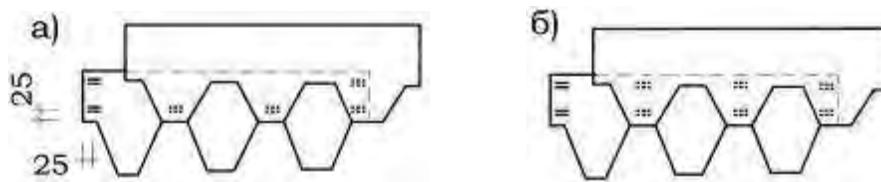

Рисунок 5.5. Схема крепления черепицы “Standart” скобами на кровле с уклоном до 45° (а) и с уклоном более 45° (б).
5.4.2 Гвозди размещают таким образом, чтобы верхняя черепица “Standart” перекрывала гвоздь на 25 – 30 мм. Крепление скобами (рисунок 5.5) выполняют с помощью пневматического пистолета. Длина горизонтальной спинки скобы, прижимающей черепицу, должна быть не менее 20 мм, толщина проволоки 2 – 3 мм, а глубина забивки регулируется в зависимости от материала основания. При уклоне кровли более 45° количество крепежных скоб необходимо увеличивать. Гвозди и скобы следует забивать строго перпендикулярно по отношению к черепице. Их следует забивать заподлицо с поверхностью черепицы, не допуская прорыва черепицы и выступающих выше поверхности гвоздей. Схемы крепления остальных марок гибкой черепицы приведены на рисунке 5.6.